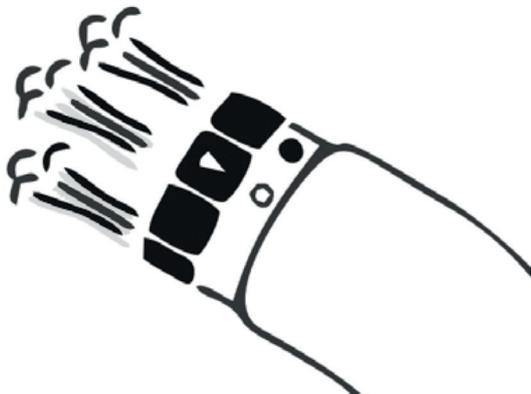

Fig. 11 Modalità aperto
- ❖ Assicurarsi che il connettore dell'aria sia in modalità aperto (vedere Fig. 11).